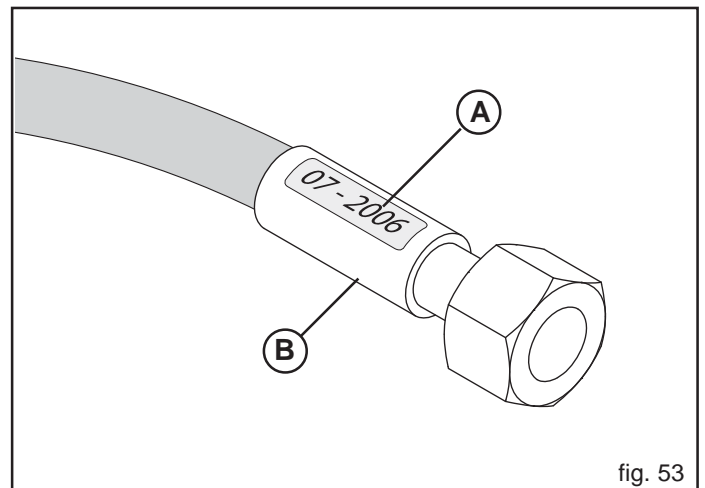

fig. 53
- perdite in prossimità dell'armatura del tubo (B, Fig. 53);
- corrosione dell'armatura (B, Fig. 53);
- superati i 5 anni dalla produzione (A, Fig. 53).